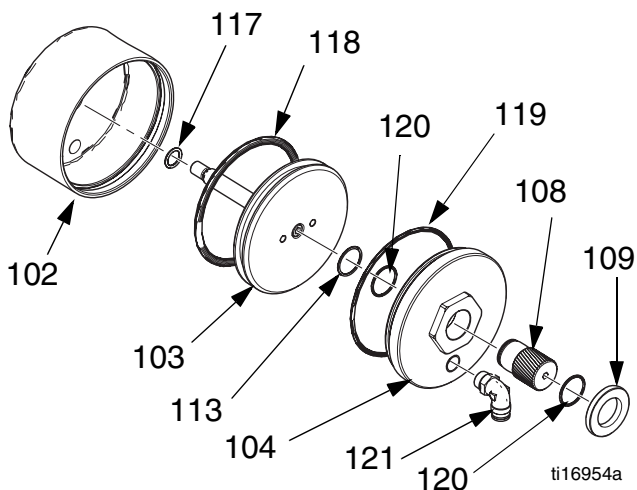

FIG. 10
1. Installera nya o-ringar (118, 117) på kolven (103) och i lufthuset (102). Se FIG. 10.
2. Applicera ett tunt lager fett på kolvens o-ring (118) och inuti lufthusets väggar (102).
3. Placera kolvsatsens högsta del (103) på en yta mindre än kolvdiametern. Tryck lufthuset (102) över kolvsatsen.
4. Installera ny o-ring (120) på distansen (104). Lägg på fett. Se FIG. 10.
5. Skruva slaglängdsjusteraren (108) över munstycket (104). Placera den andra o-ringen (120) över slaglängdsjusterarens gängor och fäst med låsmuttern (109) samtidigt som ring (113) och o-ring (120) hålls kvar. Se FIG. 10.